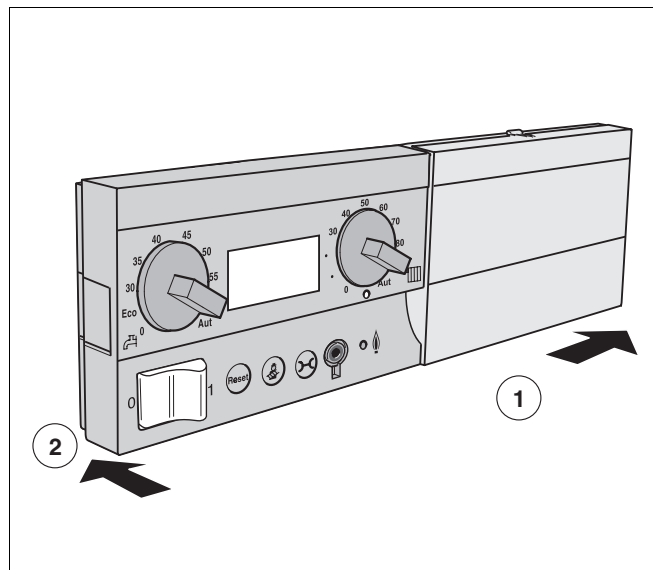

Рис. 8 Монтаж главного регулятора
- Задвинуть главный регулятор спереди справа в язычок на системе управления (рис. 8, шаг 1).
- Нажать на главный регулятор слева на системе управления до защелкивания (рис. 8, шаг 2).